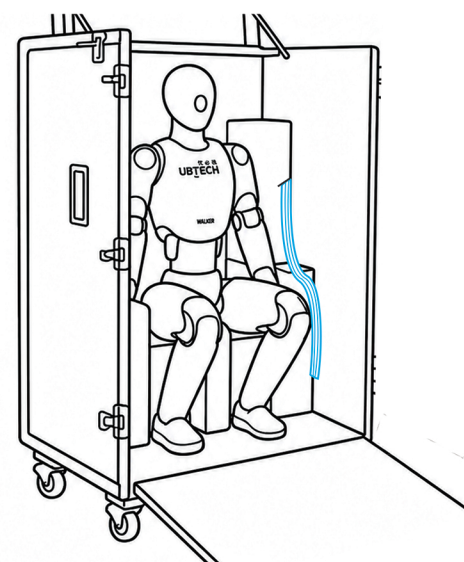

图4
3. 遥控前，请确认助推斜坡板周围1米范围内无任何障碍物（图4）